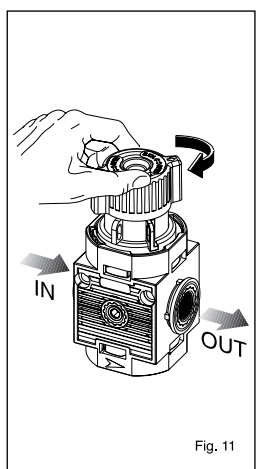

Fig. 11
**Öffnung des 3-Wegeventils:** das Schloß anheben und den Betätigungsknopf im Uhrzeigersinn drehen, um das Ventil zu öffnen. Wenn der Betätigungsknopf gedreht ist, gibt das 3-Wegeventil den Durchfluss der Luft in der Leitung (Abb. 11).
通过旋转按钮, 3路换向阀将允许气流沿着气动回路流出 (图11)。
**Открытие трехходового клапана:** снимите выжимной замок и поверните ручку по часовой стрелке для открытия. При повороте ручки трехходовой клапан открывает доступ под давлением (рис. 11).